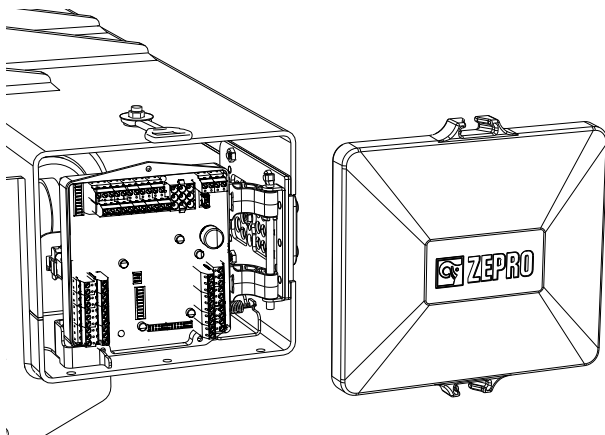

Bild 16. Demontera skyddslocket
2. Demontera skyddslocket, monterat med en gummistropp, se Bild 16.